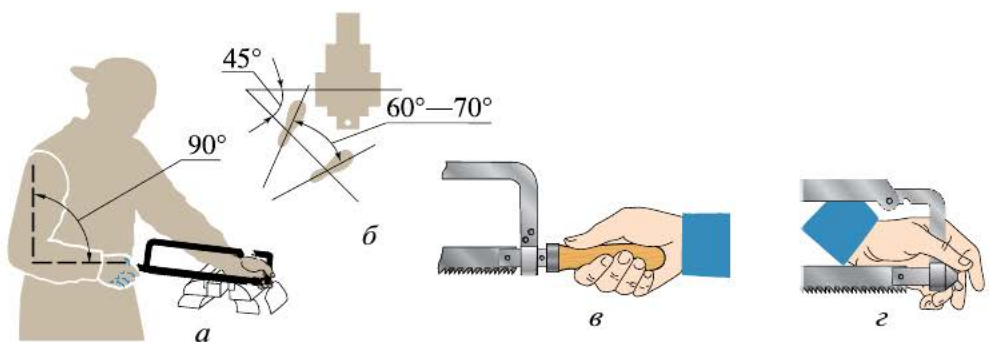

Рис. 5.27. Рабочее положение при резании слесарной ножовкой:
1. Перед началом работы нужно установить высоту тисков по росту или использовать ростовую подставку. Затем закрепляют заготовку. Рабочая рука с установленной на заготовке ножовкой должна быть согнута под прямым углом (рис. 5.27, а).
2. Перед тисками встают вполоборота по отношению к губкам тисков или к оси разрезаемой заготовки. Корпус разворачивают влево от тисков под углом 45° (рис. 5.27, б). Ногу, соответствующую нерабочей руке (левую — для правой, правую — для левой), ставят на полшага вперёд и переносят на неё центр тяжести. Поворачивают другую ногу по отношению к ней на угол $60—70^\circ$.
3. Ручку ножовки обхватывают пальцами рабочей руки, большой палец кладут сверху, конец ручки должен упираться в ладонь (рис. 5.27, в). Нерабочей рукой держат рамку, как показано на рисунке 5.27, г, четырьмя пальцами обхватывают гайку-барашек и натяжной винт.